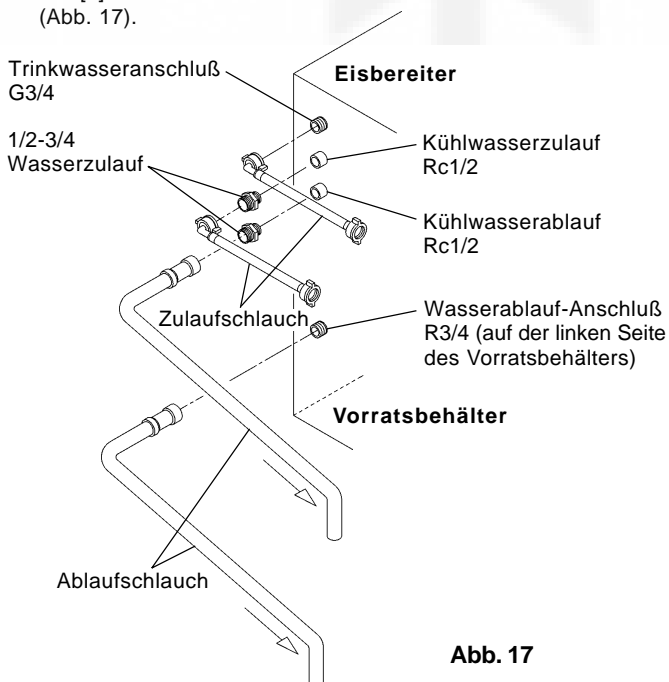

Abb. 17
**[b] Anschlüsse entsprechend anderer als der WRC-Bestimmungen für Zubehörschläuche (Abb. 17)**
- 2) Zum Anschluß des Verflüssigers mit den mitgelieferten Zubehörschläuche die gleichen Verbindungen wie oben in 1) bis 3) von [a] an den freien Enden der 1/2-3/4 Wasserzulaufe ausführen (Abb. 17).